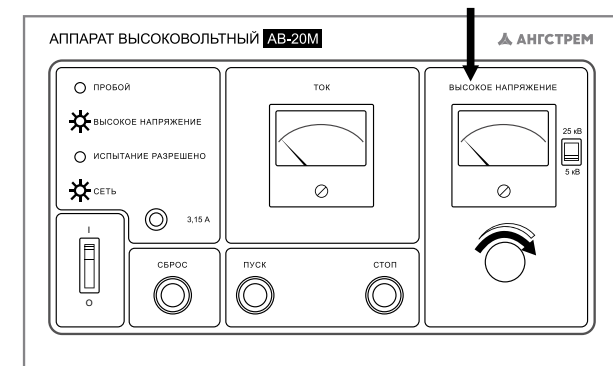

Рисунок 6
7.4 Вращая ручку регулятора напряжения по часовой стрелке (рисунок 6), установите необходимое значение испытательного напряжения.